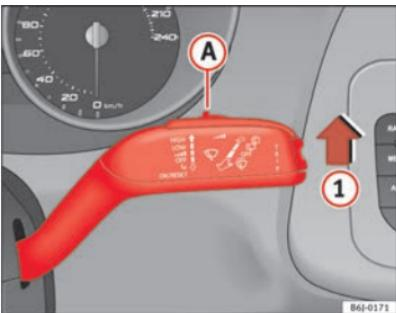

Fig. 63 Palanca del limpiaparabrisas
- Mueva la palanca del limpiaparabrisas hasta la posición ① → fig. 63.